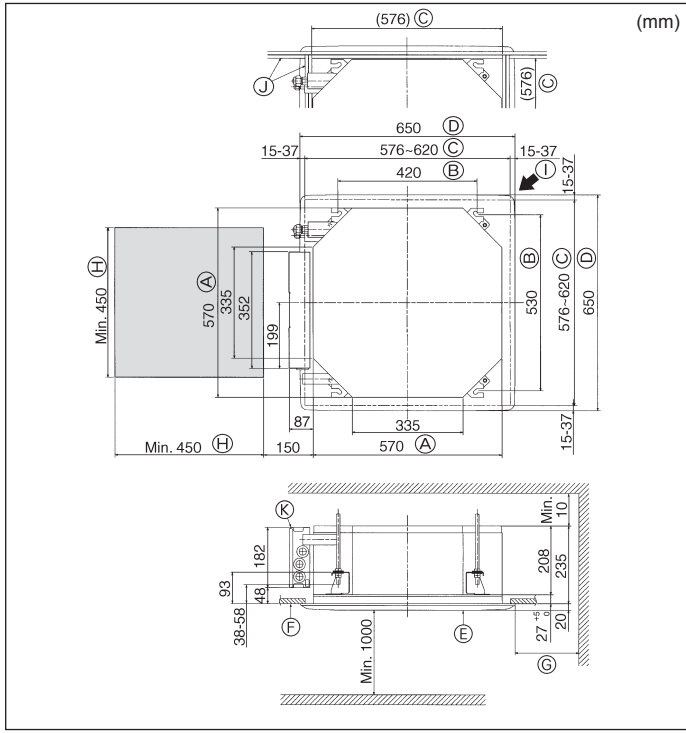

Fig. 2-2
2.2. Tavandaki açıklıklar ve askı cıvatalarının yerleri (Fig. 2-2)